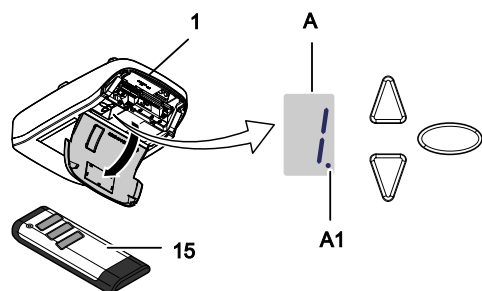

Fig. 4: Comandi
Montare il supporto di montaggio (11) sul portone da garage (fig. 4).
Ricaricare eventualmente il gruppo batteria (17a) come descritto nel capitolo "Ricarica del gruppo batteria" (fig. 4).